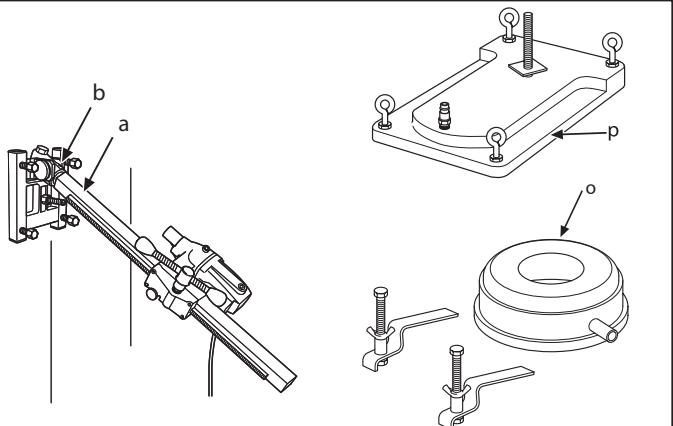

Fig. 4
2. DMS 160 AT. Fissare la colonna di foratura all'attacco angolare della piattaforma. Serrare la vite di bloccaggio (a) con una chiave a brugola da 8 mm. La colonna di foratura può essere ruotata di 360° e bloccata (fig. 4) nella posizione desiderata con la vite di bloccaggio (a).
2. DMS 160 AT. Die Bohrsäule wird an der Winkelhalterung der Sohlenplatte montiert. Sicherungsschraube (a) mit dem 8-mm-Inbusschlüssel anziehen. Die Bohrsäule kann sich um 360° drehen und stufenlos (Abb. 4) mit der Sicherungsschraube (a) in der jeweiligen Stellung verriegelt werden.
2. DMS 160 AT. Le pilier de forage se monte sur la fixation angulaire du piétement. Serrer la vis de blocage (a) à l'aide d'une clé hexagonale de 8 mm. Le pilier de forage peut pivoter de 360° et être verrouillé en continu (Fig.4) sur la position souhaitée à l'aide de la vis de blocage (a).
2. DMS 160 AT. De boorkolom wordt op de hoeksteen van de bodemplaat gemonteerd. Zet de borgschroef (a) vast met een 8 mm inbussleutel. De boorkolom kan 360° draaien en wordt met de borgschroef (a) traploos vastgezet (Fig. 4) in de desbetreffende stand.